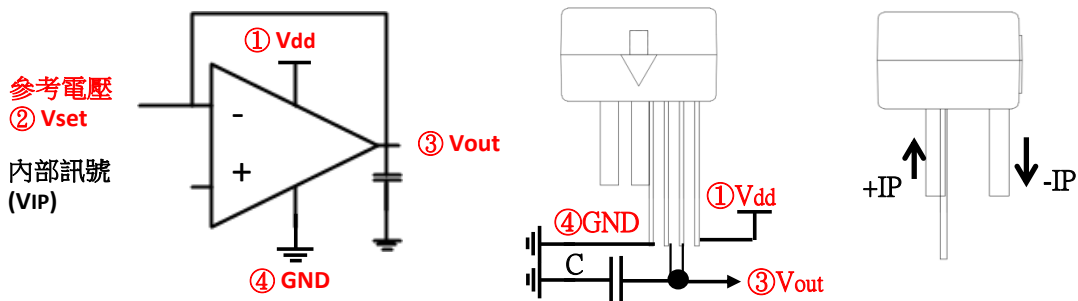

Fig. 3
2. 量測零電流電壓 V_{0A} (內部訊號 V_{IP}): V_{set} 與 V_{out} 短路，如圖 Fig. 3，輸出 V_{out} 需接電容性負載至 GND，建議值為 0.01uF。(內部使用比較器，比較器沒有內建相位補償電容，如果用於負回授放大會產生震盪，需於輸出端並接電容器)